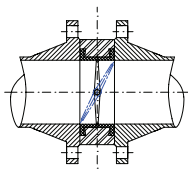

рис. 2
2. Перед началом монтажа убедитесь, что внутренний диаметр фланцев соответствует номинальному диаметру дискового затвора (рис.2). Затворы рекомендуем монтировать таким образом, чтобы шток затвора был в горизонтальном положении ($\pm 30^\circ$) и открытие диска (подъем нижней части диска) осуществлялось «по потоку» (рис.